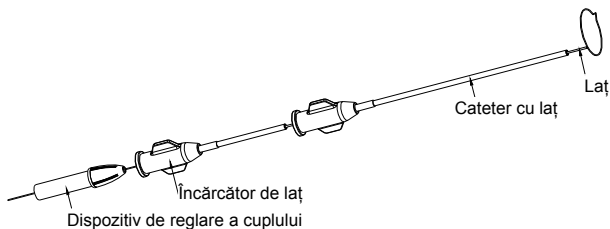
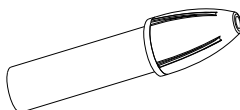

Figura 1 SeQure™ Sistem cateter cu laț
Figura 5 Dispozitiv de reglare a cuplului
Sistemul cateter cu laț SeQure™, incluzând Sistemul Snare General, Sistemul Petite Snare și Sistemul Micro Snare în conformitate cu diferitele dimensiuni ale buclei și cu lungimea lațului, constă într-un cateter cu laț, un încărcător de laț și un dispozitiv de reglare a cuplului. Lațul este realizat dintr-un ax de nitinol și o buclă și sunt fixate împreună pe secțiunea conică a axului de nitinol prin forța de compresie a tubului PTFE contractabil la căldură. Bucula este realizată din fire nitinol împletite, spiralate cu un fir de wolfram învelit cu nitrură de titan pentru a spori radio-opacitatea. Planul buclei este perpendicular pe axul de nitinol. Bucula preformată a lațului poate fi introdusă prin cateter fără riscul de deformare datorită memoriei formei și proprietăților super-elastice ale nitinolului. Cateterul cu laț este realizat din tub de polietilenă (PE). Conectorul tip Luer Lock are o bandă de marcare radio-opacă la vârful său distal pentru a îmbunătăți vizibilitatea în timpul funcționării. Lațul este pre-asamblat cu încărcătorul de laț și dispozitivul de reglare a cuplului, iar apoi ambalată cu cateterul corespunzător. (Consultați Figura 1 până la Figura 5)